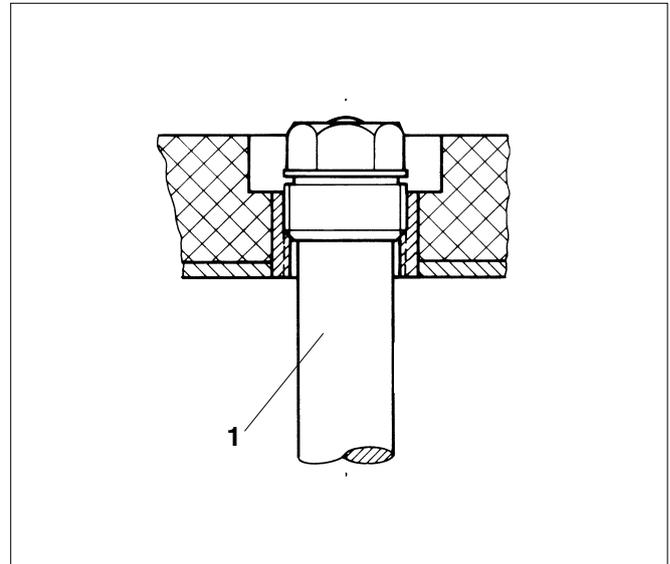

Abb. 7 Außengewinde R1 / R1½
- S 120 / SU 160–200 (Abb. 7).
- Magnesiumanode (Abb. 7, Pos. 1) heraus-schrauben.
Legende für Abb. 7: Außengewinde R1/ R1½